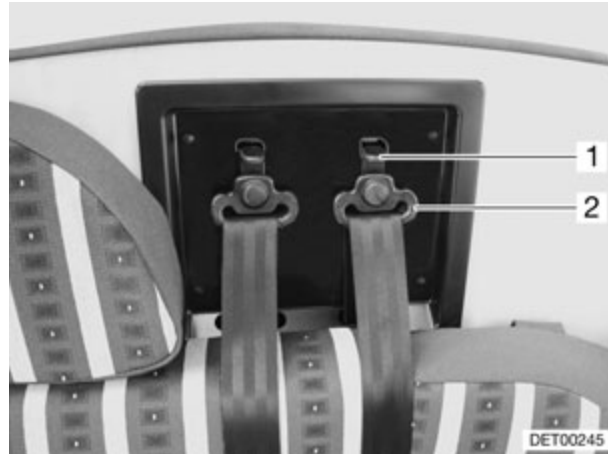

Fig. 9 Ajuste de la altura de los cinturones de seguridad
- Presionar hacia abajo la palanca de bloqueo (Fig. 9,1) y mantenerla pulsada.
- Empujar el punto de desviación (Fig. 9,2) ligeramente hacia arriba. Se suelta el bloqueo.